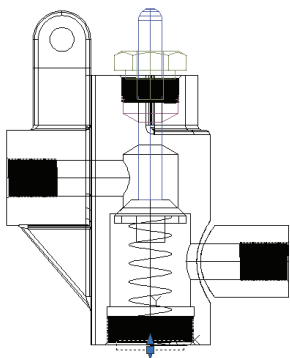

图 11-174 创建圆柱体 (二)
11) 创建圆柱体: 单击“建模”工具栏中的“圆柱体”按钮 , 以坐标点(0,0,-2)为起点, 绘制半径为“14”, 高度为“4”的圆柱体。创建的圆柱体如图 11-174 所示。